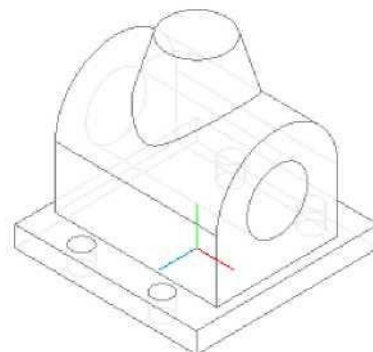

Рис. 7.29
8. Применяем команду  **Вырезать выдавливанием** со следующими параметрами: **Направление выдавливания - Прямое**, **Способ построения - Через все** (рис. 7.29).